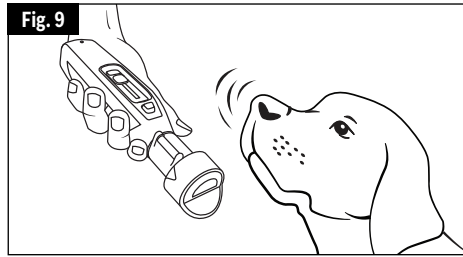

Fig. 9
**⚠ PRECAUCIÓN** Use sólo el método de "empuñadura de golf" o "empuñadura con la mano" para agarrar la herramienta. No agarre nunca la herramienta por el aditamento. Si agarra la herramienta por el aditamento, el resultado podría ser que se desplace inesperadamente, causando pérdida de control (Fig. 9).